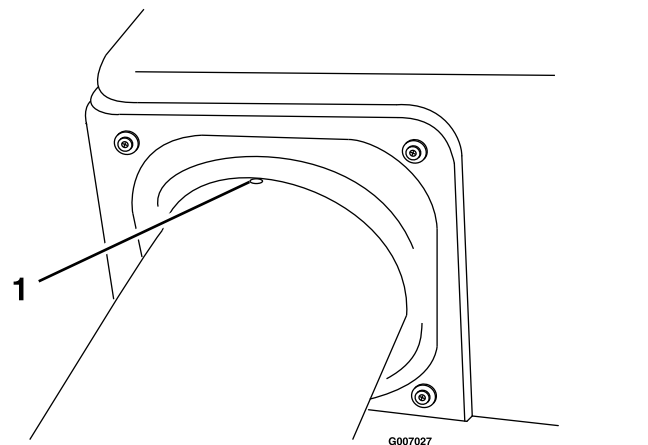

Figura 49
6. Centre el resalte del tubo superior entre los tornillos que sujetan la junta de la tolva a la tolva (Figura 49).
10. Compruebe que el resalte de Figura 49 está todavía en su lugar.